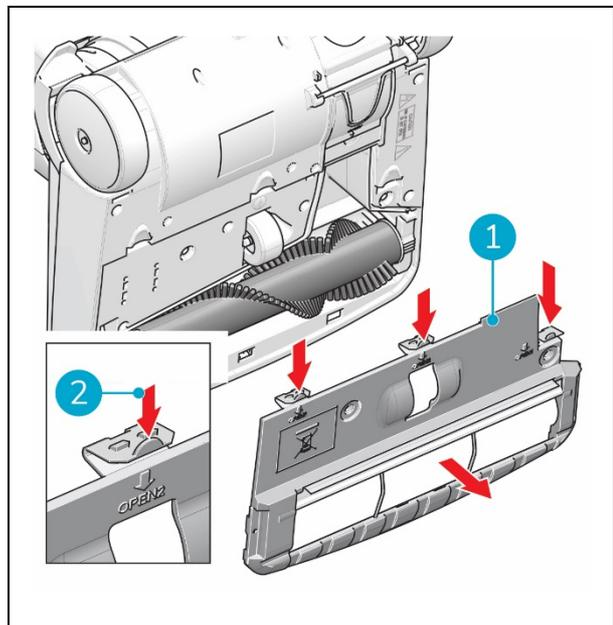

Figura 25
3. Premere i tre fermagli verso il basso (Figura 25, pos 2).
4. Estrarre la piastra di copertura (Figura 25, pos 1).
8. Riposizionare la piastra di copertura (Figura 25, pos 1), posizionare le tre cocche inferiori prima in posizione.
9. Chiudere la piastra di copertura. Quando i tre fermagli (Figura 25, pos 2) fanno clic, è bloccato.